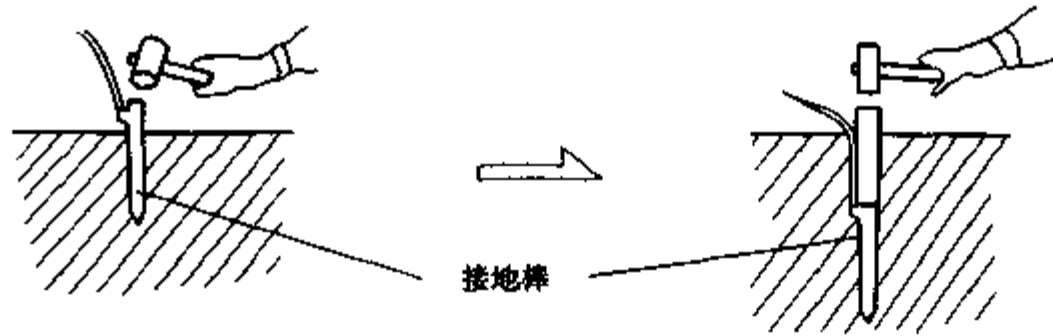

图 3-30 接地棒埋入方法
- ① 选择埋设接地棒的适当位置。包含较多水分的土地对于减小接地电阻是适宜的。
- ② 如何将接地棒埋入地下:
- b. 用专用工具将它埋得更深,如图 3-30 所示。